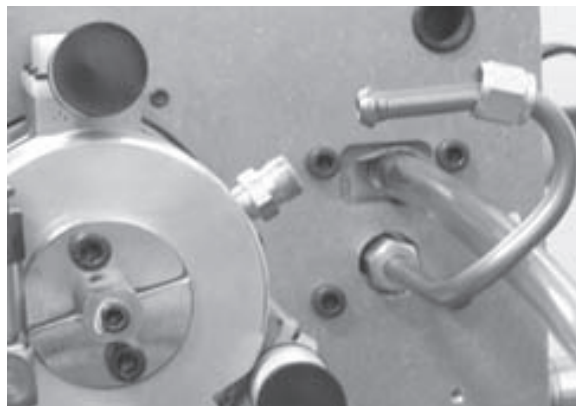

Рис. 69.
- См. рис. 69. Расположите узел сменного геттерного насоса для возможности соединения трубки высокого давления. Установите узел в крышку бака.